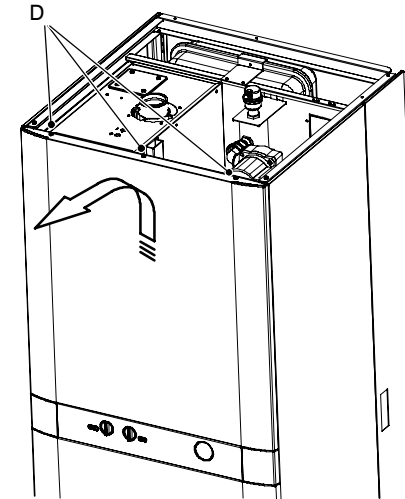

fig. 9.2
- 2 Togliere le viti "D". Rimuovere il pannello frontale spostandolo verso l'alto in modo da liberarlo dai ganci inferiori fig. 9.2